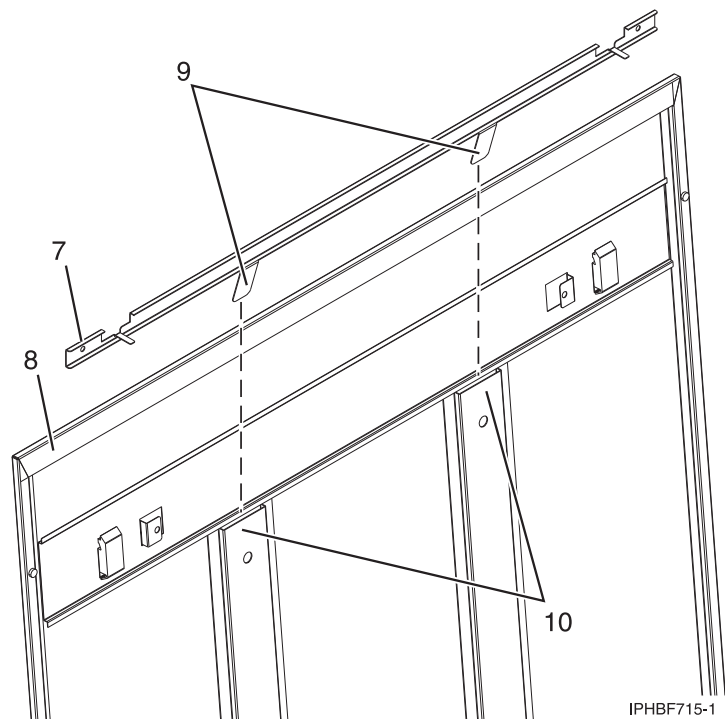

図 27. セキュリティー・スライド・バーの取り付け
- b. スライド・バー・レール (図 27 の (7)) の平らな側をカバー・パネル (8) の内側に向け、スライド・バー・レール上の 2 つのタブ (9) を、サイド・カバー・パネル上の 2 つの垂直のサポート・チャンネル (10) に挿入します。